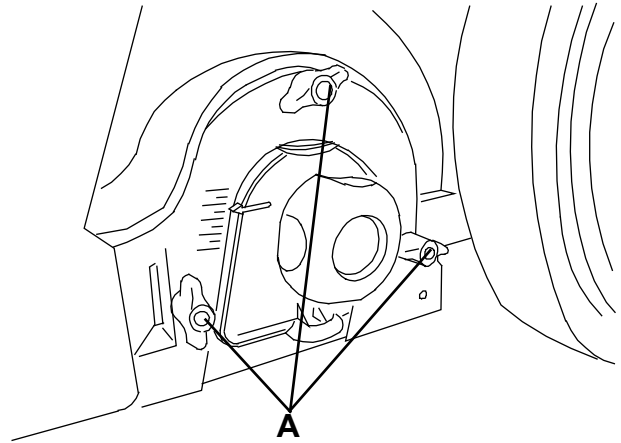

Abbildung 5
2. Hauptschalter (1) auf 0 stellen.
3. Abfallbehälter (9) abnehmen.
4. Handräder (A, Abb. 5) auf der linken Geräteseite vollständig aufdrehen.